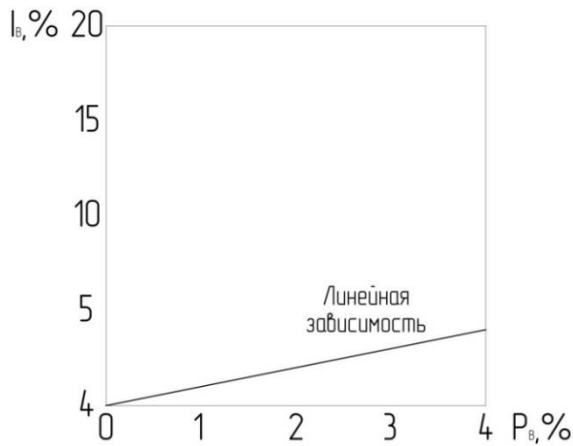

Рисунок 31 – График «ЛИН»
- При помощи кнопок «↑» и «↓» выбрать один из режима выходного сигнала: «ЛИН» – пропорционально дифференциальному давлению (рисунок 31 и 32);